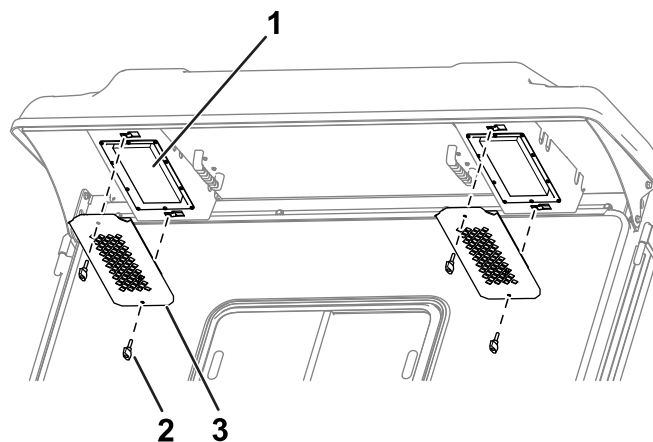

Figure 83
1. Enlevez les boutons et les grilles sur l'avancée arrière de la cabine (Figure 83).
4. Utilisez les boutons et les grilles pour installer les filtres dans la cabine (Figure 83).